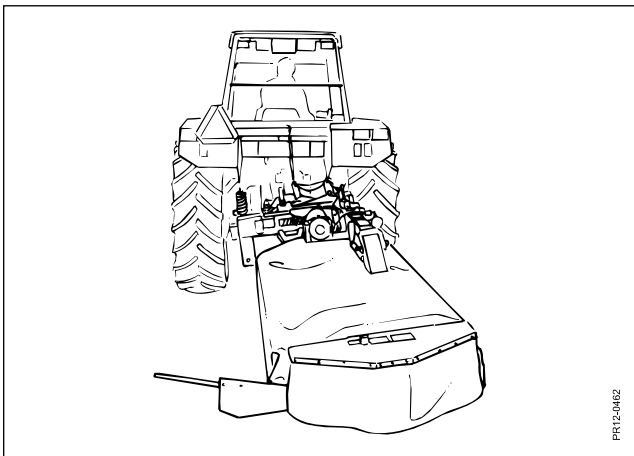

Fig. 3-5
- Fig. 3-5 3) Nach hinten – waagerecht